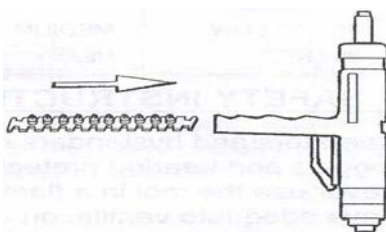

Рис.6
7.2. Зарядите пистолет кассетой патронов. Заряжать с низу рукояти пистолета, язычок кассеты вверх (см. рис.6). Если Вы стреляете не первый раз, то необходимо нажать единой рукой на курок, этим Вы перезарядите патрон.